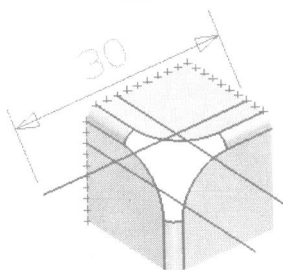

图1-26
20. 在【曲线】工具条中单击【直线】按钮，绘制如图 1-26 所示的线段。